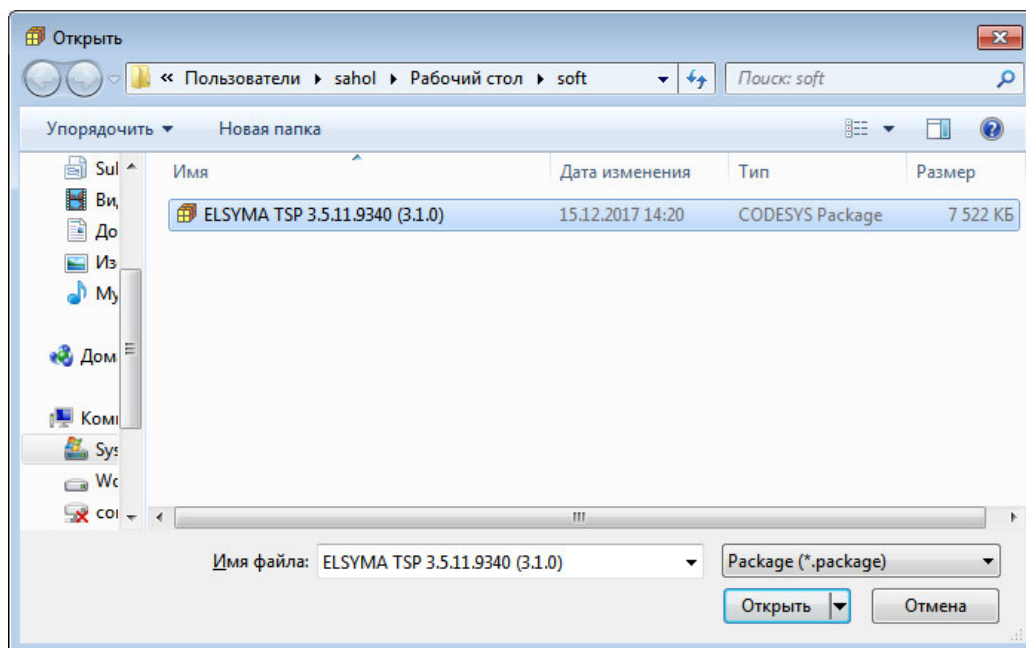

Рисунок 1.3 – Окно выбора файла
3. Нажать кнопку «Установить ...» и в окне выбора файла (рисунок 1.3) выбрать файл *ELSYMA TSP (<version>).package*.